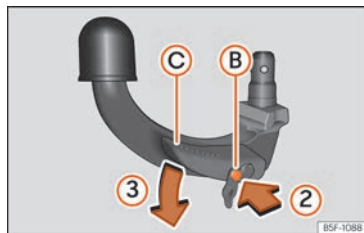

Fig. 265 Passaggio 2
- Premere il perno di sblocco (B) nel senso della freccia ② e, al contempo, spingere fino in fondo la leva (C) nel senso della freccia ③ »» fig. 265.